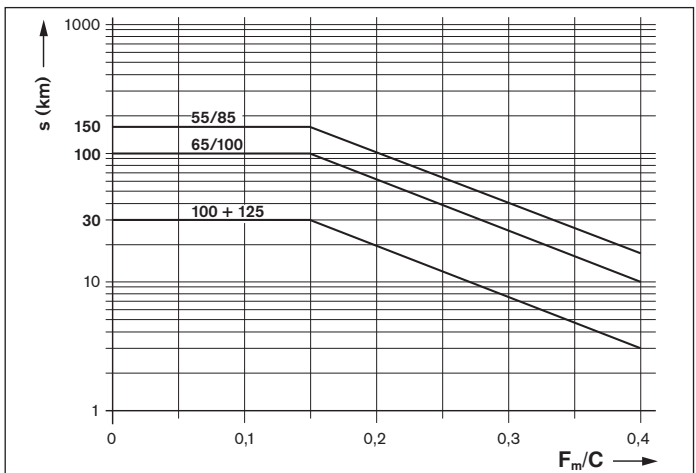

图 8
- ▶ 根据图 8, 当达到补充润滑周期后, 则必须根据表 10 给出的油量, 加注润滑剂。
- ▶ 根据图 8, 当达到补充润滑周期后, 则每个润滑接口必须根据表 10 给出的分量加注润滑剂。